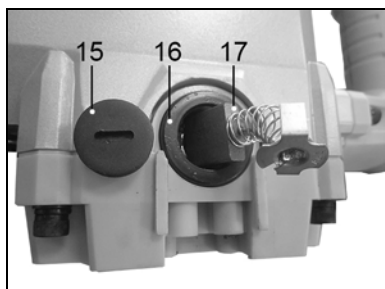

Рис. 8.
9.3.2. Отвёрткой вывинтите крышку (15) щеткодержателя (16), Рис. 8.